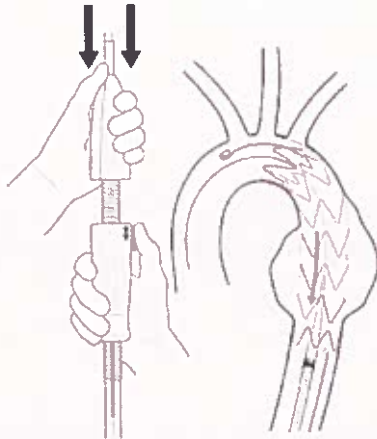

Figura 18. Retirada del sistema de liberación
Paso 2: tire hacia atrás del activador y mantenga inmóvil el deslizador mientras lleva la empuñadura frontal hacia éste. Consulte Retirada del sistema de liberación (Figura 18). Bajo fluoroscopia continua, observe el extremo proximal de la endoprótesis torácica Valiant mientras tira hacia atrás lentamente de la punta cónica hasta el interior de la cubierta de la endoprótesis del sistema de liberación. Puede ser necesario tirar de todo el sistema de liberación hacia atrás hasta el interior de una sección recta de la aorta para facilitar la retracción de la punta.